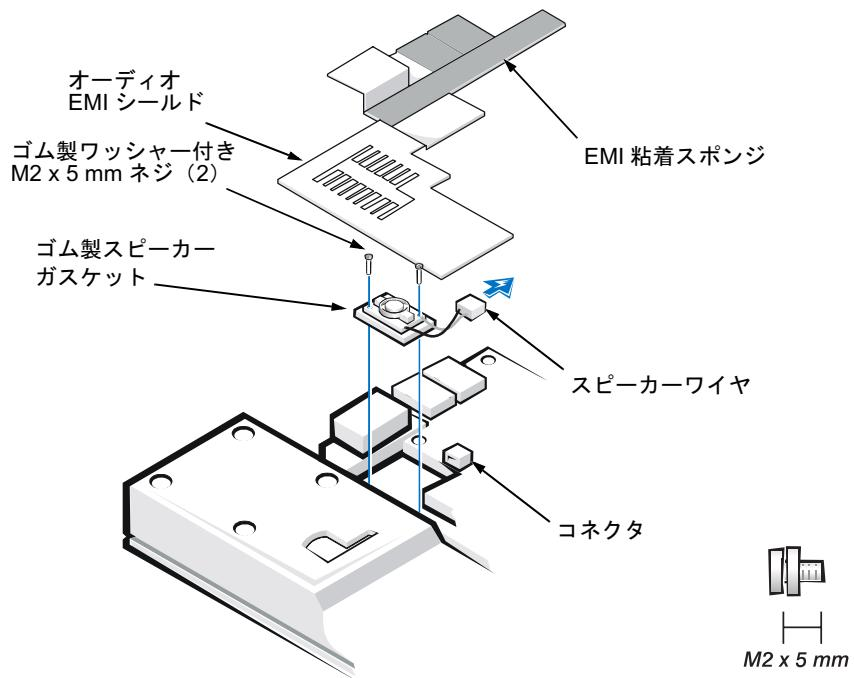

図 21 スピーカーの取り外し
5. オーディオ EMI シールドをサーマル冷却ソリューションに接触させるための EMI 粘着スポンジをはがします（図 21 参照）。